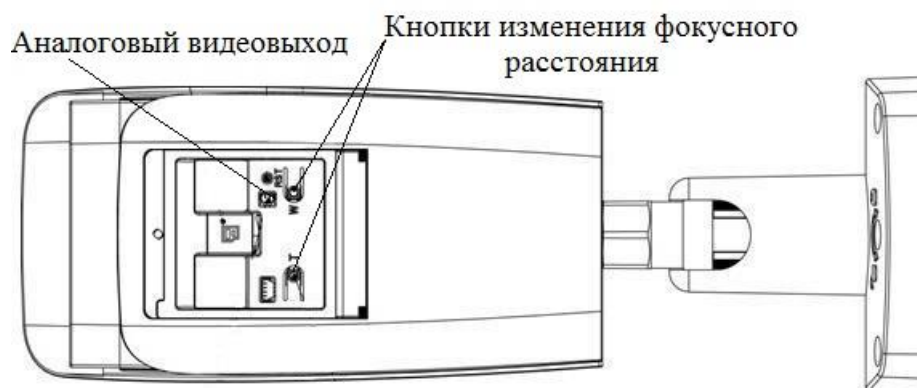

Рисунок 7.4
7.7 Камера оборудована моторизированным вариофокальным объективом, настройка фокусного расстояния и подстройка резкости предполагается через web-интерфейс камеры. При необходимости можно выполнить настройку фокусного расстояния объектива вручную с помощью кнопок настройки на самой камере. Для этого предварительно подключите камеру к аналоговому монитору, используя соответствующий видеовыход на камере (рис. 7.4).